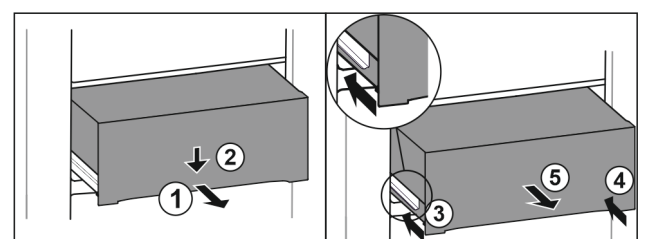

Fig. 129
- Schubfach halb herausziehen. Fig. 129 (1)
- Schubfach an der Vorderseite nach unten drücken. Fig. 129 (2)
- Linke Schiene etwa 2 cm einschieben. Fig. 129 (3)
- Rechte Schiene etwa 2 cm einschieben. Fig. 129 (4)
- Schubfach nach vorne entnehmen. Fig. 129 (5)